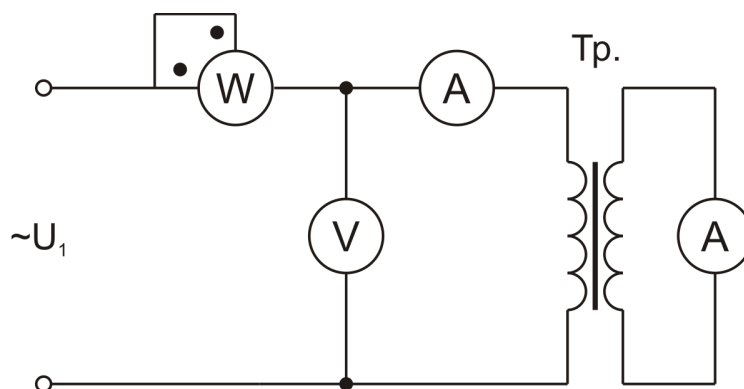

Рис. 5. Схема проведения опыта короткого замыкания
**Опыт короткого замыкания** — это такой режим работы трансформатора, когда вторичная обмотка замкнута накоротко (рис. 5), а к первичной подводят такое напряжение, чтобы по обмоткам текли номинальные токи, при этом  $Z_{НАГР} = 0$ ,  $U_2 = 0$ .